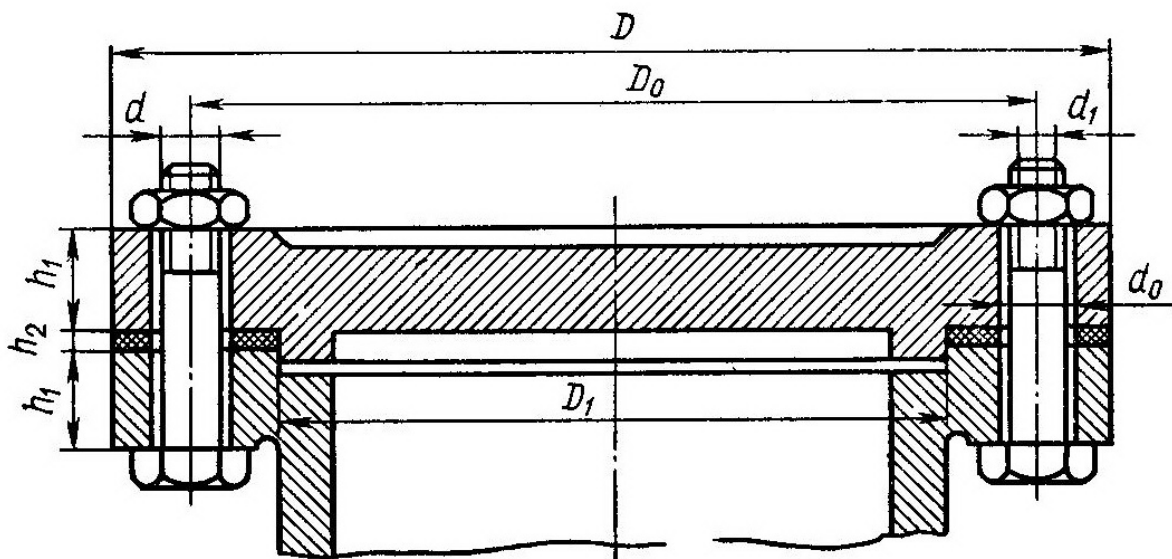

Рис. 17
1. Рассчитать болты, соединяющие крышку с цилиндрическим сосудом для сжатого воздуха (рис. 17). Давление воздуха в цилиндре по манометру  $p$ , наружный диаметр центрирующего выступа и внутренний диаметр прокладки  $D_1$ , наружный диаметр крышки фланца цилиндра и прокладки  $D$  приведены в табл. 16. Недостающими данными задаться.